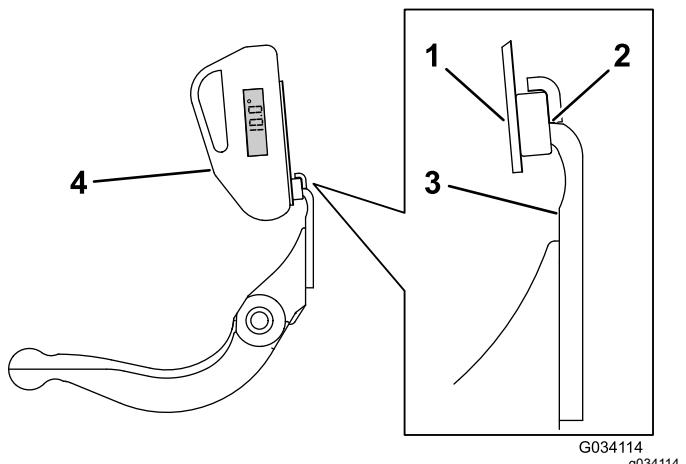

Figure 13
3. Placez le support d'indicateur d'angle sur le bord de la contre-lame de sorte à adapter le bord de l'aimant au bord de la contre-lame (**Figure 13**).
4. Placez l'indicateur d'angle sur le support comme montré à la Figure 13.